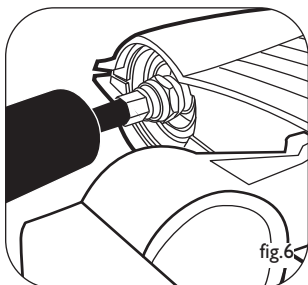

fig.6
9. Fixez le câble coaxial au connecteur F situé sous l'antenne, puis faites glisser la connexion dans la gaine d'étanchéité (fig. 6).